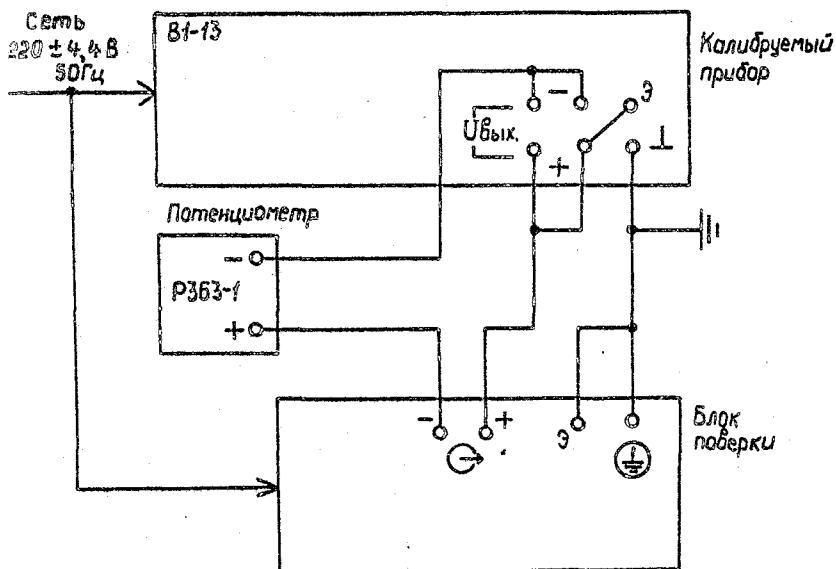

Рис. 9. Схема определения погрешности
- соберите схему по рис.9, вместо блока поверки включив аттестованный ИОНА;
Калибровка делителя старших декад осуществляется по схеме рис.9 следующим образом:
- соберите схему по рис. 9, вместо блока питания включив ИОНА;